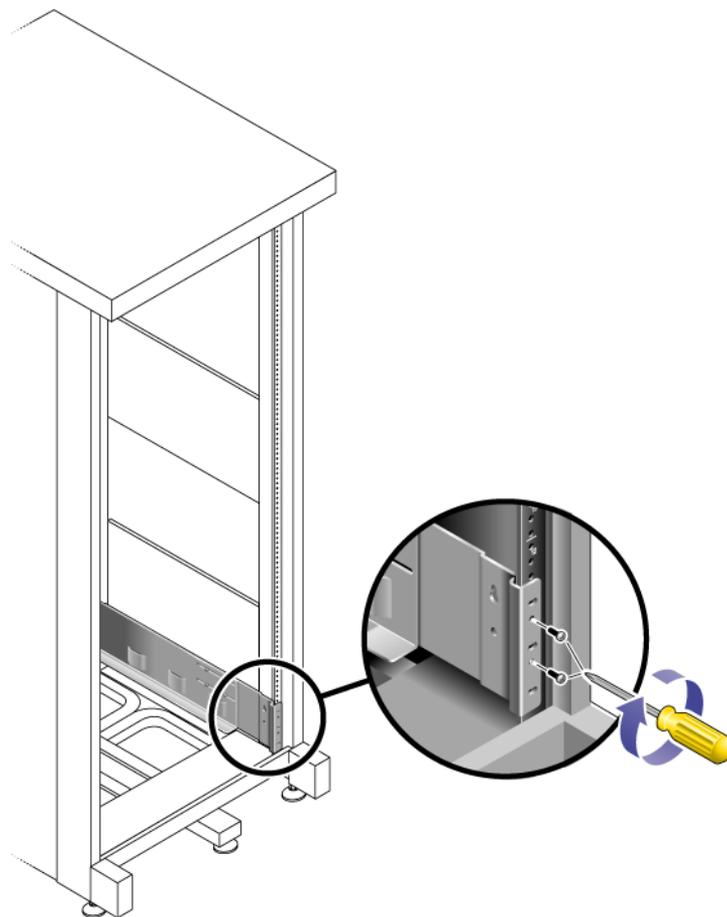

図 2-5 左側レールのキャビネット背面への固定
6. プラスのねじ回し (Phillips の 3 番) を使用して、レールの背面の左右両方に 4 本の M6 メートルねじを挿入し、しっかりと締めます (図 2-5)。